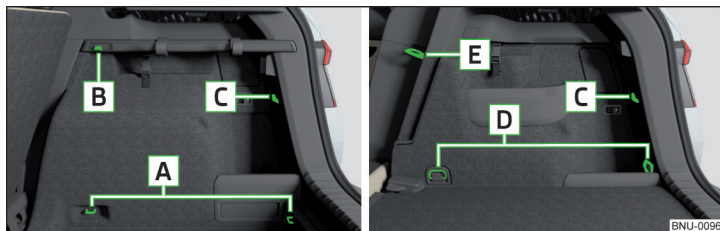

Fig. 137 Elementos de sujeción: Variante 1 / Variante 2
**Vista general de los elementos de sujeción » fig. 137**
En vehículos con el suelo de carga variable se puede fijar solamente el bolso transversal **A** » fig. 139 detrás del asiento (se puede fijar la red en el área inferior en los ojales **D** » fig. 137 de la pág. 111 delanteros).